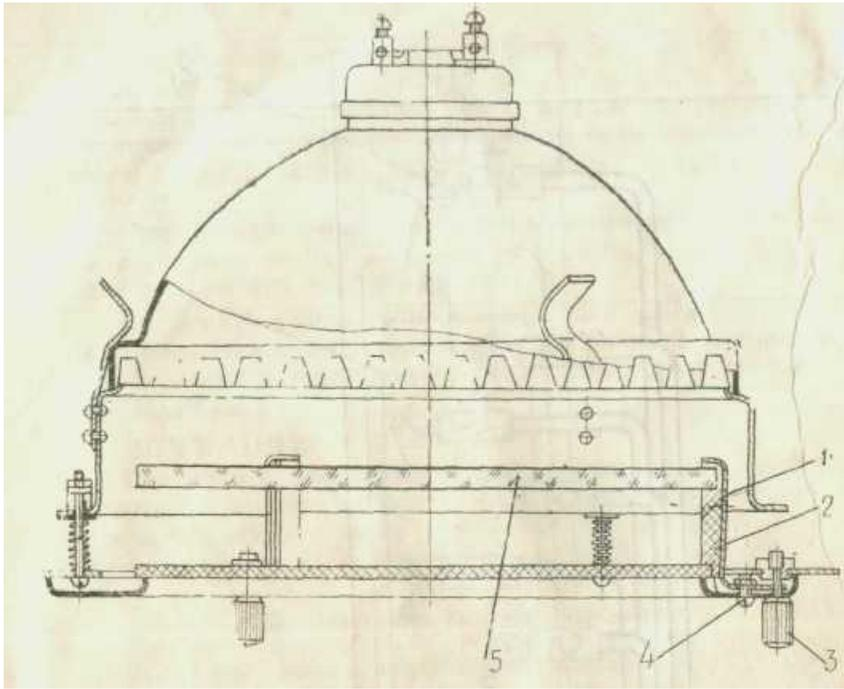

Рис. 5. Элемент светильника
11.3. Для замены светофильтра 5 (рис. 5) отвернуть винты 3 и извлечь блок светофильтров из корпуса, отвер-